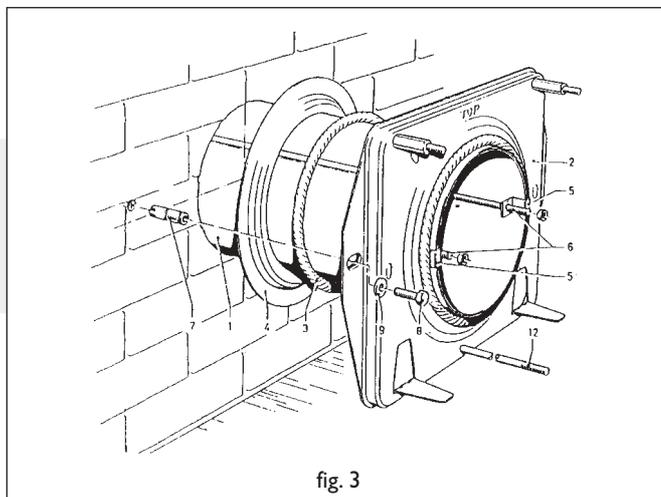

fig. 3
Installatie van de standaard geveldoorvoer (fig. 3)
Installatie van de geveldoorvoer met telescopische inlaatpijp (fig. 3)
Bevestiging van de montageplaat (fig. 3)
- De bout / schroef (8) (fig. 3) vervangen door b.v. een houtdraadbout.
- Plaats aan de kamerszijde tussen de montageplaat (2) en de wand stralingsplaat 14.
- Bevestig aan de buitenszijde van de wand m.b.v. 4 schroeven (16) siluminplaat 15.